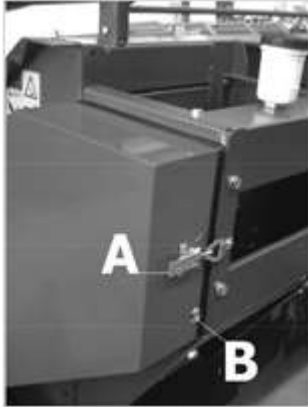

Abb. 17
Auf beiden Seiten der Maschine gibt es Übertragungsketten, die eine Sechskantwelle antreiben, die unter dem Fahrgestell der Maschine verläuft. Die Spannung der Hauptübertragungskette erhält man, indem man auf den Spanner (C) einwirkt, Abb. 18, um ihn über die Schrauben (D) einzustellen. Die Übertragung ist geschützt durch ein Schutzblech, zum Öffnen Verschluss (A) und (B) nutzen, Abb. 17.